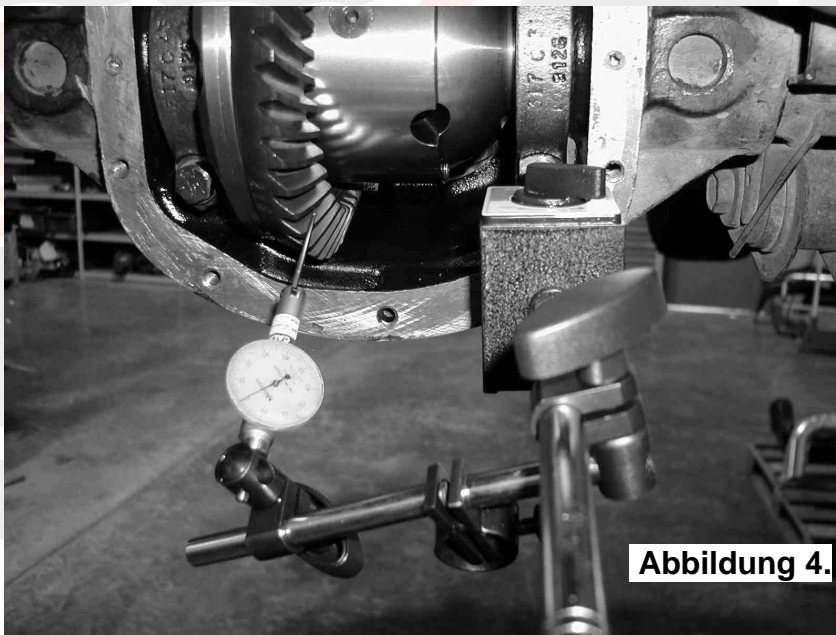

Abbildung 4.
- Setzen Sie einen Tiefenmesser an eines der Tellerradritzel an (siehe Abbildung 4).